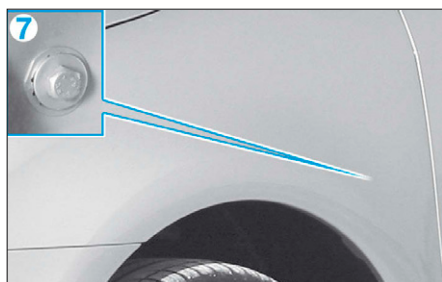

FIG. 16
- Déposer la vis (7) située à l'intérieur de l'aile AV (Fig.16).